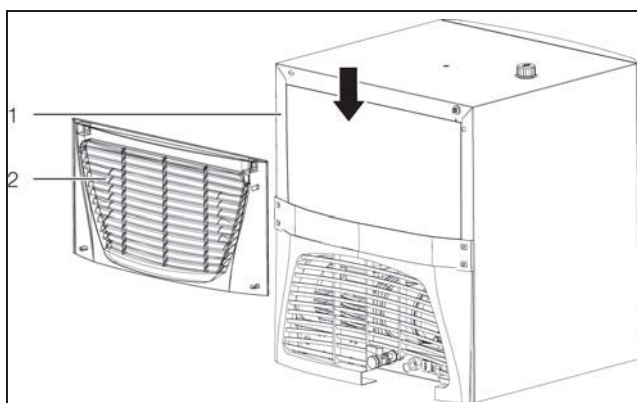

Fig. 49 : Installer la cartouche filtrante (3320.600 et 3334.600)
- Ôter la grille à lamelles supérieure et la grille à lamelles inférieure (fig. 49, pos. 1) de la partie arrière du refroidisseur d'eau en les tirant délicatement en dehors du carter.
- Insérer la cartouche filtrante (fig. 49, pos. 2 et 3286.520) dans le refroidisseur d'eau par le haut.